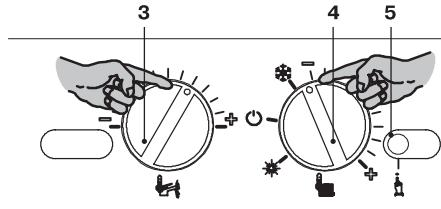

Рисунок 7.5
- Чтобы настроить давление розжига горелки, войдите в режим программирования, нажав и удерживая в течение 15 секунд кнопку сброса 5 (Рисунок 7.5), пока на ЖК-дисплее не появится параметр P01. На ЖК-дисплее последовательно отобразятся следующие символы (параметр P01 будет загораться поочередно с --- ---).
- Нажмите кнопку сброса 5 (Рисунок 7.5) и пролистайте параметры до P14, предназначенного для настройки давления розжига горелки. На ЖК-дисплее последовательно отобразятся следующие символы (параметр P14 будет загораться поочередно с цифрой 135).
- Чтобы изменить настройку, поверните регулятор температуры в системе горячего водоснабжения 3 (Рисунок 7.5) и установите ее в выбранное положение.